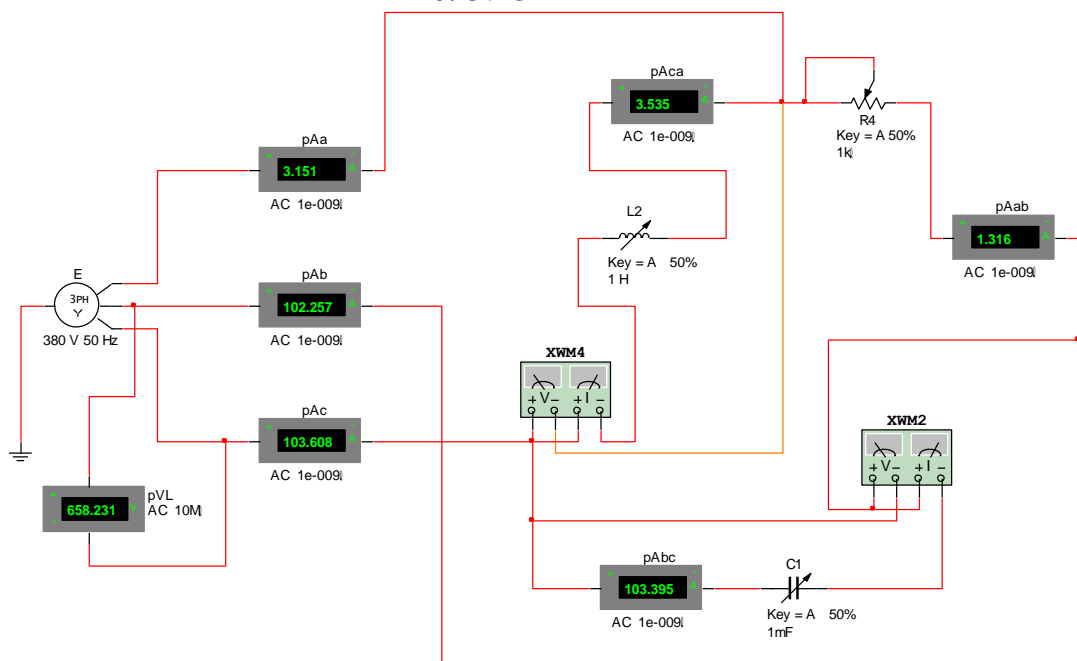

Рис. 3.14
12. Откройте файл 8.4 и включите цепь по схеме рис. 3.14.